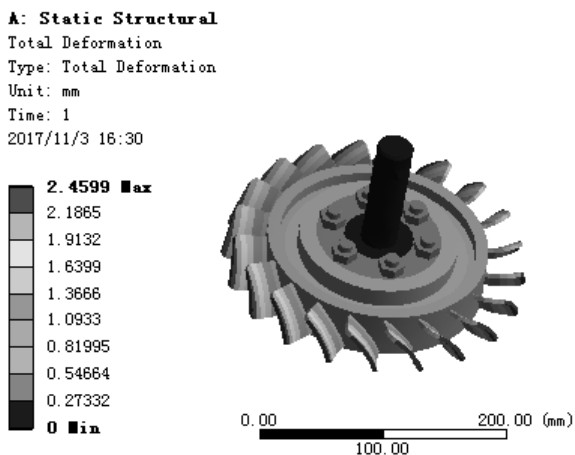

图 7.6.13 位移变形结果图解
(3) 查看位移结果图解。在“Outline”窗口中选中 **Total Deformation**，查看图 7.6.13 所示的位移变形结果，最大位移为 2.4599mm。